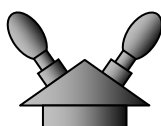
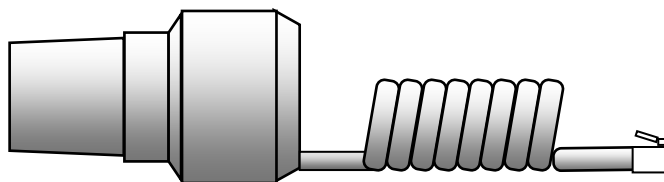

Рис. 1 -
Рис. 3 -
4.2 На рис. 1 и 2 показан внешний вид крышек для подачи газовой смеси, а на рис. 3 – ПИП кислорода с датчиком ДК-21.